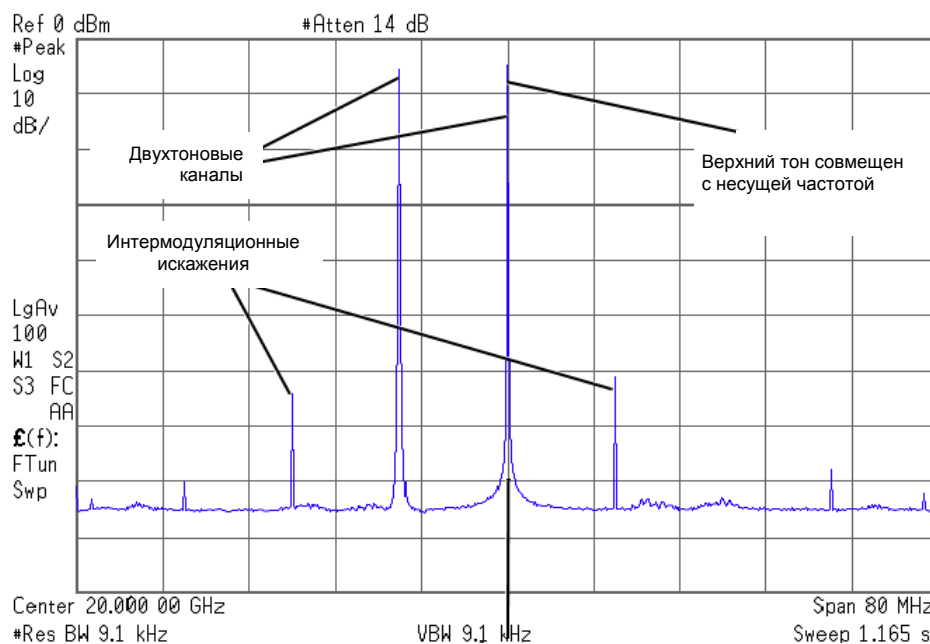

Рисунок 10-5
3. На анализаторе спектра временно отключите усреднение сигнала, чтобы быстрее увидеть результат. Теперь вы должны увидеть спектр смещенного влево двухтонового сигнала, аналогичный тому, что показан на рисунке ниже (Рисунок 10-5).